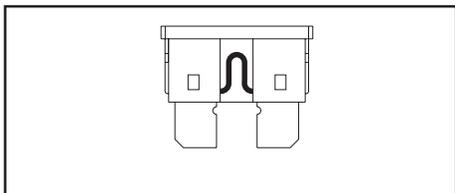

Figure 23. Fusible correct
- Examinez-le pour vérifier s'il est brûlé. Voir les figures 23 et 24.